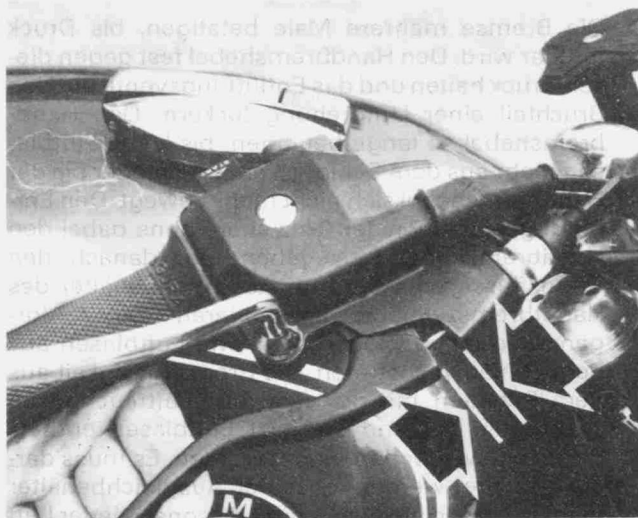

Bild 284
- Die Rändel-Nachstellmutter am Handbremshebel verdrehen, bis der Leerweg im Handbrems-Seilzug 8 bis 15 mm beträgt (Bild 284).